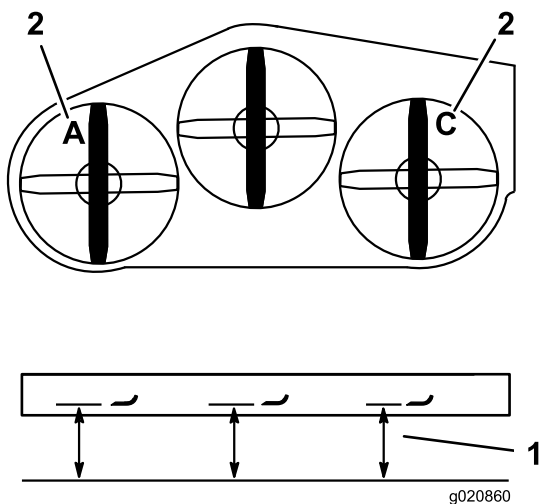

Figura 85
3. Misurate la lama sinistra al punto **A** da una superficie piana fino al tagliente della punta della lama e annotate la misura rilevata (Figura 85).
4. Misurate la lama destra al punto **C** da una superficie piana fino al tagliente della punta della lama e annotate la misura rilevata (Figura 85).
7. Regolate i dadi di regolazione nelle forcine, nei punti **A** e **C** per ottenere l'altezza corretta (Figura 85).
3. Misurate la lama destra al punto C da una superficie piana fino al tagliente della punta della lama e annotare la misura rilevata (Figura 85).